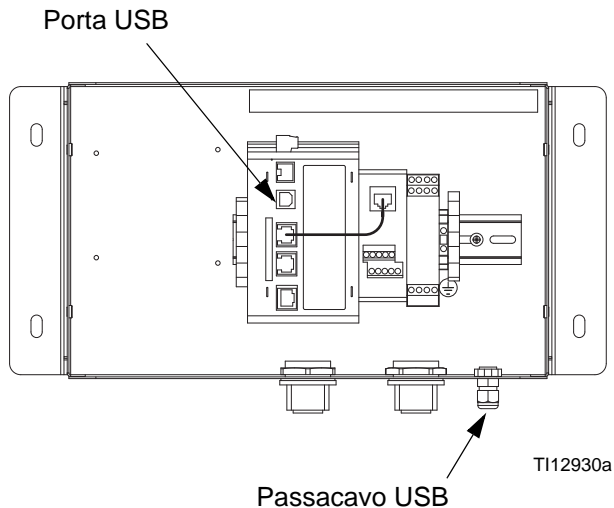

FIG.13: Porta USB del modulo Gateway
1. Collegare il cavo USB (23, in dotazione) tra la porta USB del modulo Gateway e una porta USB del PC. Vedere la FIG.13.